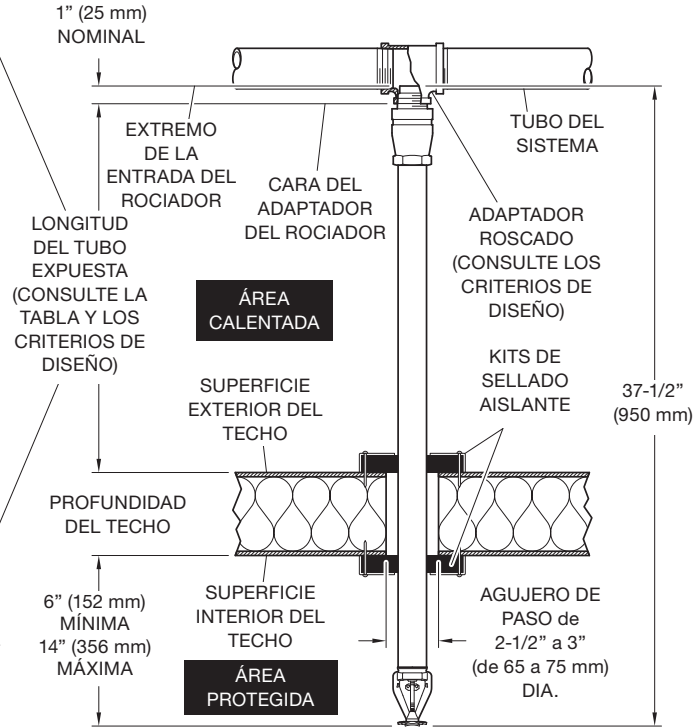

FIGURA 3
Paso 2. Instale el Rociador colgante tipo seco Modelo ESFR-17 en la posición suspendida (figura 3), levantando con cuidado el rociador colgante a través del agujero de paso. El deflector del rociador colgante debe estar paralelo al techo.